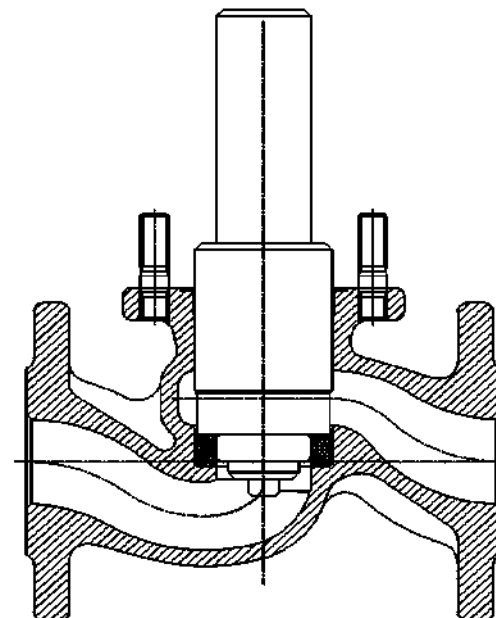

Рис. 4
- Установите нижнюю клапанную шайбу с помощью приспособления (см. рис. 4*)